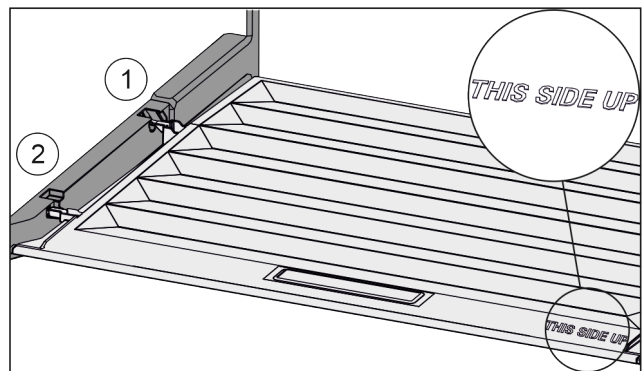

Fig. 35
- ▶ Introduire les rainures du couvercle par l'orifice du support arrière Fig. 35 (1) et les enclencher à l'avant dans le support Fig. 35 (2).